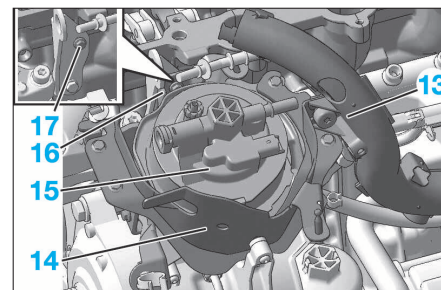

FIG. 63
- Reposer le support moteur droit (10) (serrer modérément les vis).
- Écarter les tuyaux d'alimentation de carburant (12).
- Écarter la gouttière du faisceau moteur (13) (Fig.63).